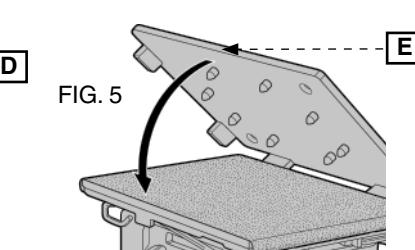
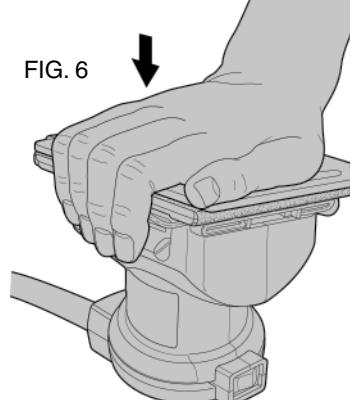

FIG. 5
FIG. 6
5. if you are using the dust extraction feature, perforate the sandpaper with the provided paper punch (Fig. 5).
PAPER PUNCH (FIG. 5)
To perforate your sandpaper, install the sandpaper on the tool as instructed in this manual. With the sander turned off and unplugged, place the paper punch on the paper so that the tabs at the edges of the punch are against any two adjacent sides of the sanding pad. Press the punch against the pad so that the 8 points penetrate the paper (Fig. 5). Press the punch into the pad as far as it will go. Remove the paper punch. An alternate method of perforating the paper is to fasten the punch to a suitable work surface with #8 flathead screws. Two holes are provided in the punch for this purpose. Press the sander (with the paper attached) on the punch.
5. Lorsqu'on se sert du système de dépoussiérage, perforez le papier abrasif à l'aide du poinçon compris en suivant les directives (Fig. 5).
POINÇON (FIG. 5)
Pour perforez le papier abrasif, l'installer sur la ponceuse en suivant les instructions du présent guide. S'assurer que la ponceuse est débranchée et en position d'arrêt, puis placer le poinçon contre le papier de sorte que les pattes sur les côtés du poinçon s'appuient contre deux côtés adjacents du papier abrasif (Fig. 5). Enfoncer le poinçon dans le tampon de sorte que les 8 points traversent le papier, comme le montre la figure 6. (Enfoncer le poinçon le plus profondément possible dans le tampon.) Retirer ensuite le poinçon et le papier peut alors être utilisé avec le système de dépoussiérage.